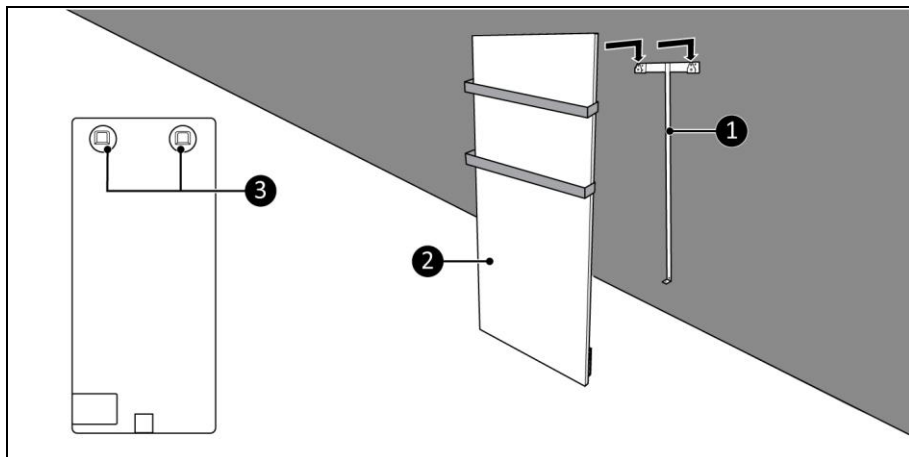

Figura 9
11. Așezați suporturile dispozitivului (Figura 9, poziția 3) peste suportul de perete (Figura 9, poziția 1).
12. Glisați dispozitivul (Figura 9, poziția 2) în orificiile suportului de perete.